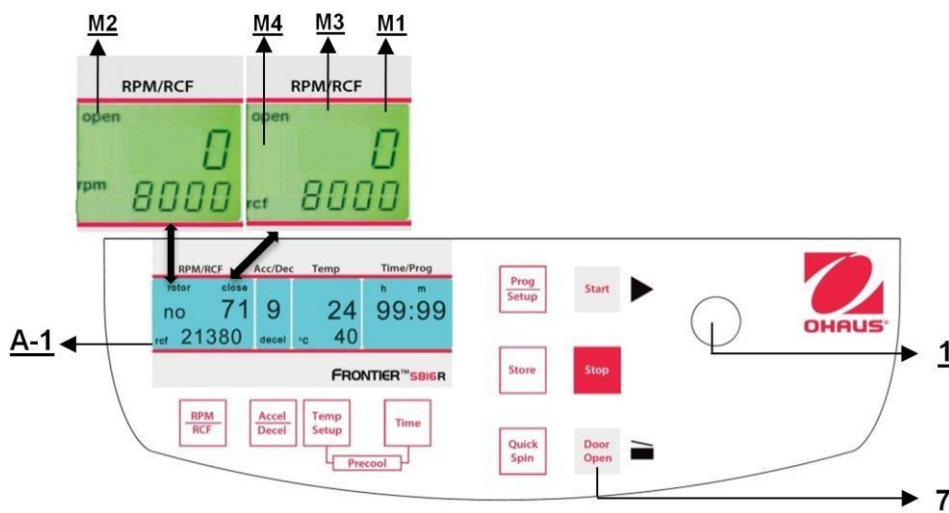

Figura 15
Después de la operación, cuando la tapa de la centrífuga está cerrada, aparece la palabra **"close"** (M1) en la pantalla **"RPM | RCF"** (A-1). Además, si hay un rotor en la centrífuga, aparece la palabra **"rotor"** (M3) así como el número de código del rotor respectivo, el cual está en el sistema de la centrífuga **"71"** (M4). Si no hay rotor en la centrífuga, destella la palabra **"rotor"** (M3) y aparece adicionalmente la palabra **"no"** (M4). Al presionar el botón **"Door Open"** (7), puede liberar la tapa de la centrífuga. Tan pronto la tapa electromagnética esté completamente liberada, aparece la palabra **"open"** (M2). Ahora puede abrir la tapa de la centrífuga. Consulte la Figura 15 a continuación para referencia.
La tapa debe bajarse solo un poco. Un seguro de la tapa electromagnética cierra la tapa, al mismo tiempo que desaparece la palabra **"open"** (M2) (vea la Figura 15). Como signo de que la centrifuga está lista para arrancar, en la pantalla **"RPM | RCF"** (A-1) aparece la palabra **"close"** (M1). Al mismo tiempo, aparece la palabra **"rotor"** (M3), así como el número de código del rotor, el cual está en el sistema de la centrifuga, **"no 71"** (M4). Con eso, todos los datos específicos del rotor, por ejemplo máxima velocidad, aceleración, etc. están adoptados.